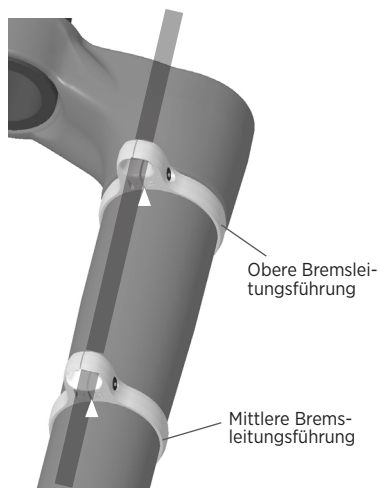

Abb. 15: Positionierung der Bremsleitungsführungen
3. Die beiden Schrauben an der mittleren und oberen Bremsleitungsführung entfernen. Die mittlere Bremsleitungsführung ist mit einem „M“ gekennzeichnet und hat einen etwas kleineren Durchmesser als die obere Bremsleitungsführung (mit einem „U“ gekennzeichnet). Die Bremsleitung durch die Öffnungen der einzelnen Führungen verlegen. Die Schrauben lose wieder einschrauben (Abb. 15).
4. Die mittlere und die obere Leitungsführung so positionieren, dass der untere Schlitz jeweils an der auf der Gabel gelaserten Pfeilspitze ausgerichtet ist (dargestellt durch die weißen Pfeilspitzen in Abb. 15). Mit einem 2,5-mm-Innensechskantbit und einem Drehmomentschlüssel die Schraube mit 0,9 Nm festziehen.